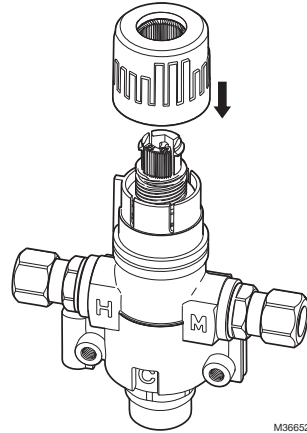

Fig. 6. Bloquee el ajuste de temperatura.
4. Vuelva a colocar la perilla de ajuste manual después de haber regulado la temperatura del agua. Consulte la Fig. 6.